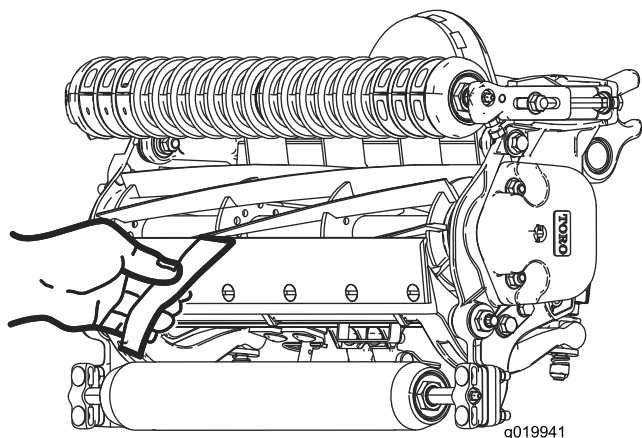

Figura 20
2. Pruebe el rendimiento de corte insertando una tira larga de papel de prueba del rendimiento de corte (Pieza Toro N° 125-5610) entre el molinete y la contracuchilla, perpendicular a la contracuchilla (Figura 20). Gire el molinete lentamente hacia adelante; debe cortar el papel.